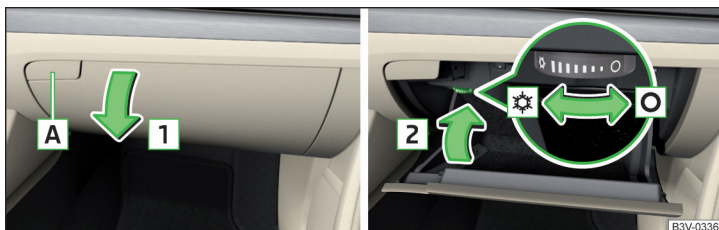

Fig. 92 Deschiderea compartimentului/închiderea compartimentului și operarea admisiei aerului
- Pentru **deschidere** apăsați butonul **A**. Capacul se rabatează în sensul săgeții **1** » fig. 92.
- Pentru **deschidere**, rotiți comutatorul rotativ până la capăt în poziția **☼** » fig. 92.